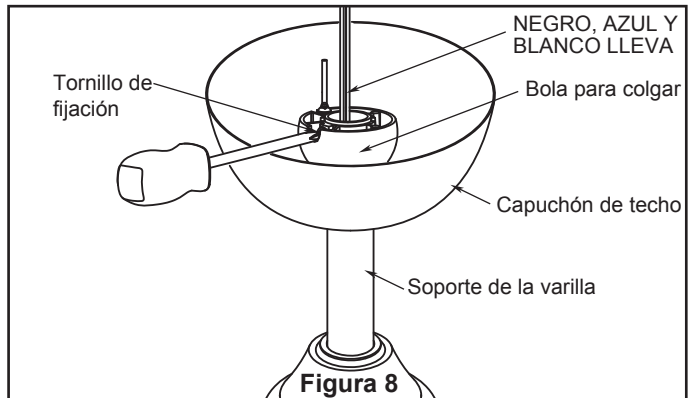

Figura 8
8. Vuelva a colocar la semiesfera en el barral como se indica a continuación. Pase los tres cables de 2.03 m (80") a través de la semiesfera. Pase el pasador a través de los dos orificios en el barral y alinee la semiesfera de modo que el pasador quede atrapado en la ranura de la parte superior de la misma. Empuje la semiesfera hacia arriba, bien ajustada contra el pasador. Ajuste firmemente el tornillo de fijación en la semiesfera. Si el tornillo de fijación está flojo, podría provocar oscilación del ventilador. (Figura 8)